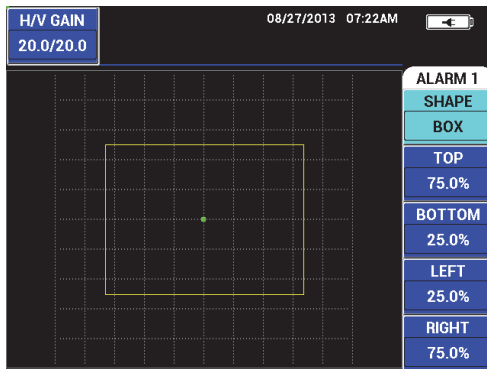

図 5-240 アラームメニュー
2. A キーを押してアラームの**形状**を強調表示し、ノブを使って希望するアラームタイプを**ボックス**、**スイープ**、**セクター**、または**極性**から選択します (302 ページの図 5-240 を参照)。